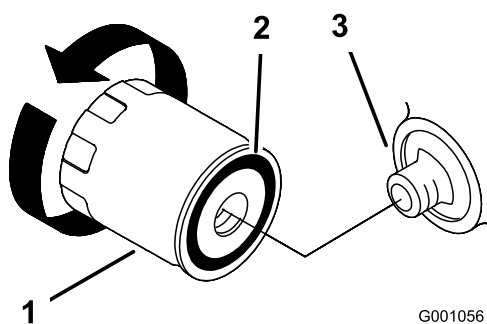

Figura 23
2. Remova o filtro de óleo antigo e limpe a superfície de vedação do adaptador do filtro (Figura 23).
3. Aplique uma fina camada de óleo para sistemas hidráulicos na junta de borracha do filtro de substituição (Figura 23).
que o vedante de borracha entre em contacto com o adaptador do filtro, em seguida, aperte o filtro mais 2/3 a 1 volta (Figura 23).